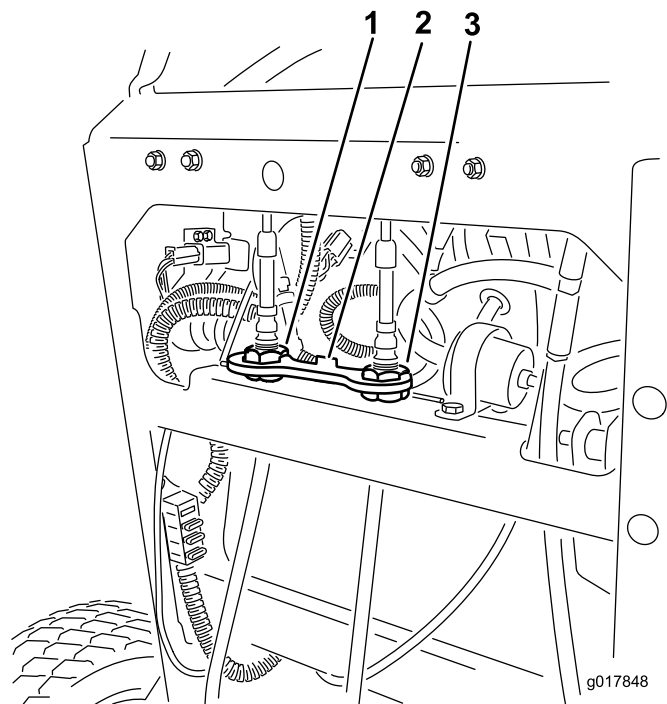

Bild 56
4. Drehen Sie die rechte Kabeleinstellung so, dass der rechte Fahrantriebshebel in der Mittel des Arretierungsschlitzes für Neutral am Armaturenbrett ist (Bild 56).